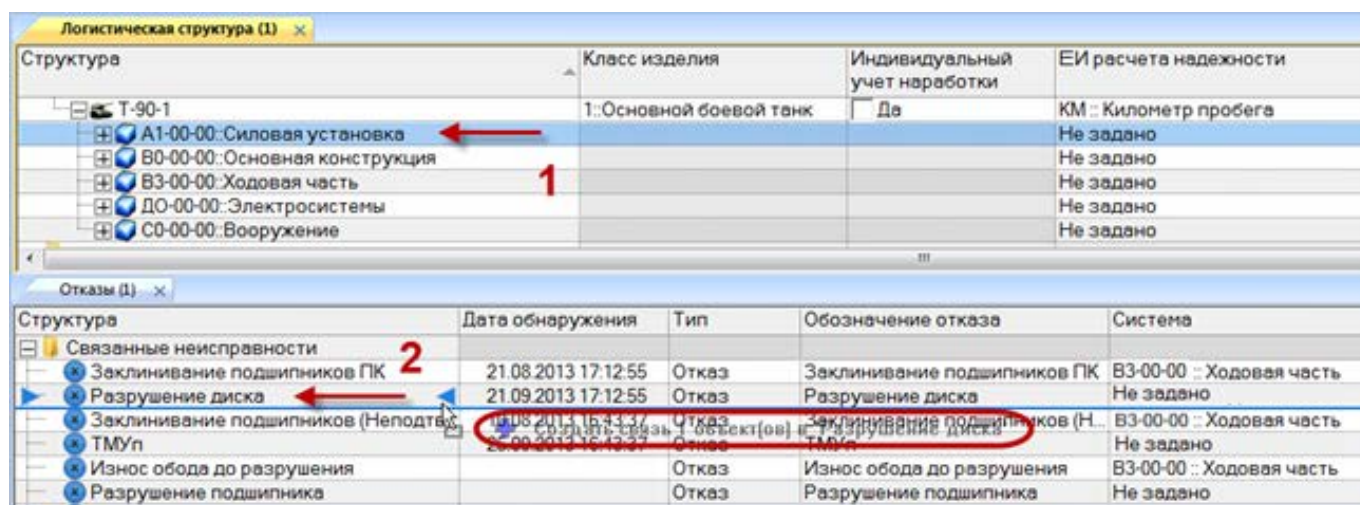

Рис. 26-23 – Переместить систему на неисправность
2) Выделить систему в рабочем окне «Логистическая структура» (1 на рис. 26-23).
3) Переместить с помощью мыши систему на неисправность в окне «Неисправности» – появится подсказка вида «+ Создать связь X объект(ов) в ...» (2 на рис. 26-23). Отпустить кнопку мыши.